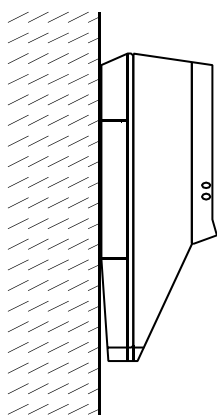

Abbildung 3.1
6.4.2 Wandmontage, 0° vertikal geneigt (Abb. 3.1)